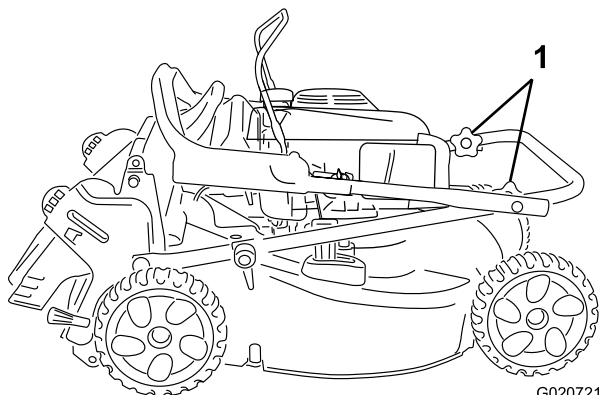

Рисунок 3
1. Ослабьте круглые ручки на рукоятке (рис. 3).